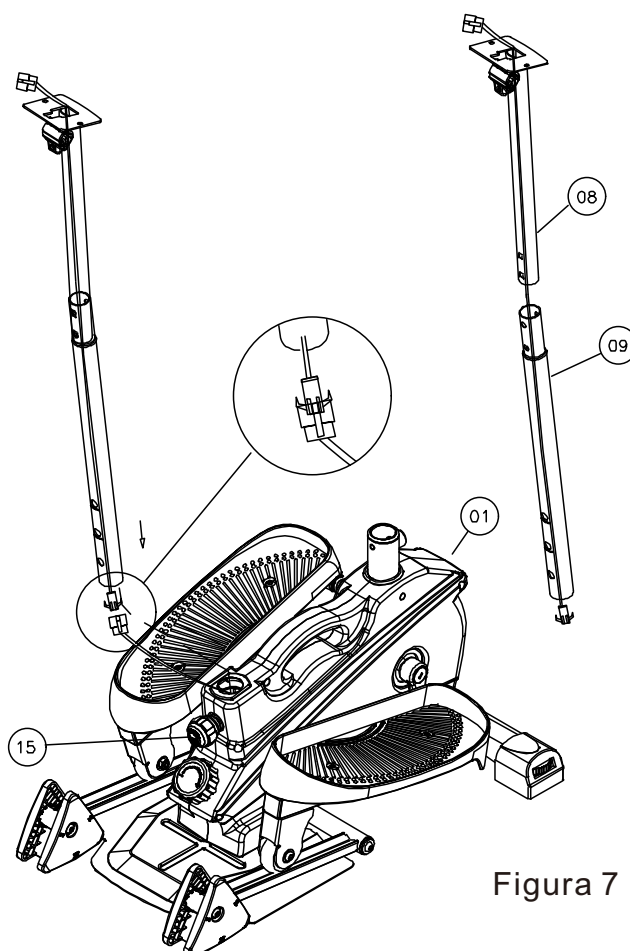

Figura 7
7. Collegare il tubo principale 08 all'estremità anteriore al tubo intermedio 09. Inserire il cavo del contatore elettronico nel tubo, collegare il cavo, quindi inserirlo nel foro anteriore del telaio principale 01, e infine bloccare la manopola a molla con testa sferica 15. Come mostrato nella Figura 7: